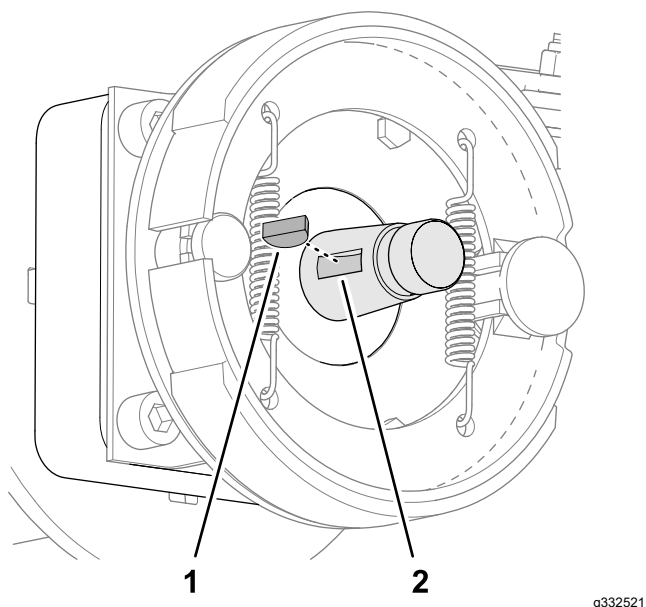

Figura 77
5. Retire la chaveta semicircular del eje del motor de rueda (Figura 77).